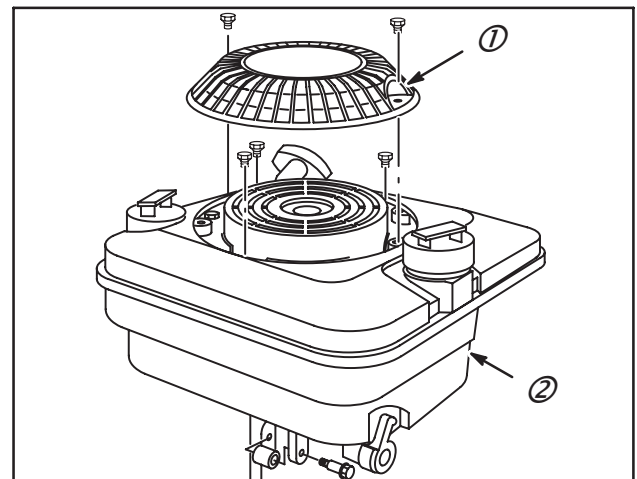

Fig. 126
1. Déposer le protège-doigts (1) et le réservoir (2), Fig. 126.